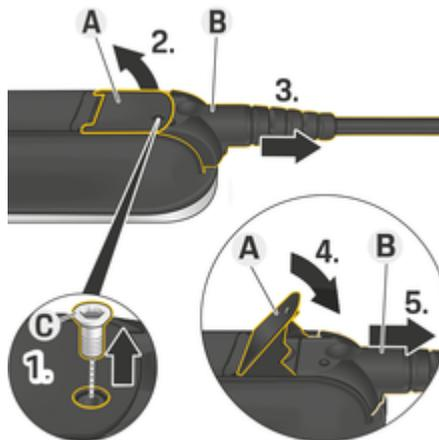

Рис. 8: Отсоединение кабеля
- 1. Выкрутите винт **С** (Рис. 8) с помощью подходящего инструмента.
- 2. Поднимите рычаг **А** (Рис. 8).
- 3. Извлеките штекер **В** (Рис. 8) до появления первого сопротивления.